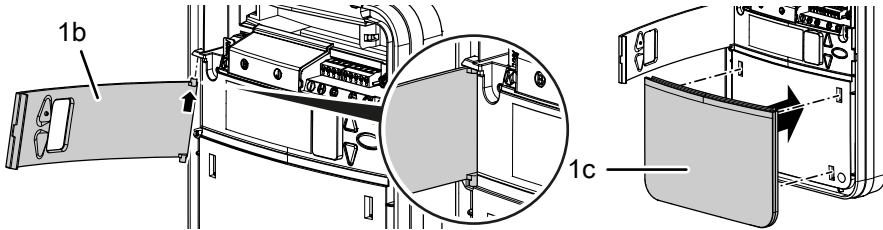

Fig. 7: Montering av manövreringsluckan
Placera glidstycket (19) på löpskenans profil, skjut in det i den bakre öppningen i motorhuvudet (2) och skruva fast det med skruven (14) (bild 7).